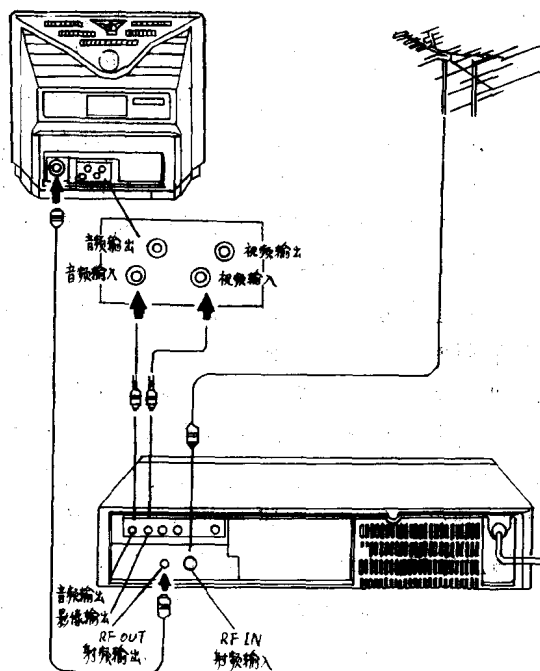

图 1—4 遥控彩电与录像机的连接方法
该遥控彩电设有 TV/AV(电视/录像)转换功能,可以和录像机方便地配合,具体方法有两种(参见图 1—4 所示)。
(1) 射频端配合法 电视天线接录像机“RF IN”端(射频输入端),录像机射频输出端接电视机天线输入端,按下录像机“PLAY”键(放像键),然后按遥控彩电操作“2”的自动调谐选台或手动调谐选台部分操作,就能在搜索到电视信号的同时找到录像信号。
(2) 视频音频端配合法 在遥控手机上设有“TV/AV”键,当电视机处于工作状态时,按动该键,屏幕上原电视信号消失,而出现灰白色背景及黄色“AV”字符,此时按图 1—4 的接法,录像机的“AUDIO OUT(音频输出)”与“VIDEO OUT(视频输出)”,分别与彩电背后的“AUDIO IN(音频输入)”与“VIDEO IN(视频输入)”相接,按下录像机“PLAY”键,屏幕就出现录像信号。